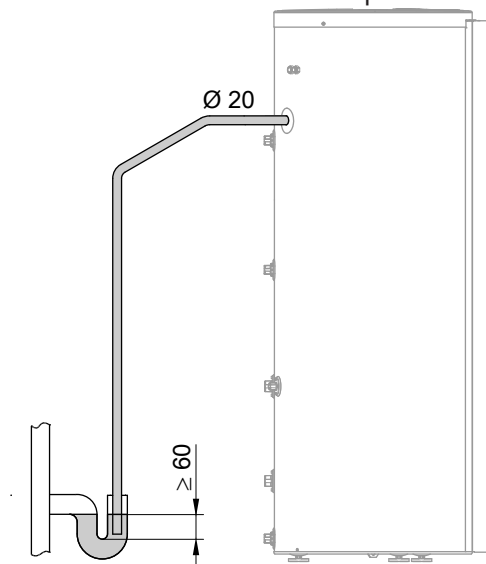

Abb. 16
2. ■ **Kondenswasserschlauch an einen bauseitigen Siphon anschließen: Siehe Abb. 16. Dabei auf festen Anschluss am Siphon achten.**